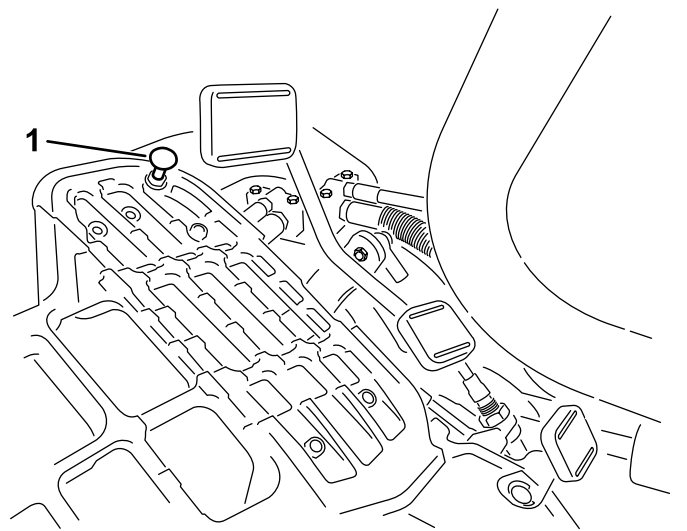

図 39
1. モードレバーを移動走行位置にセットし、ペダルストップを固定しているロックナットをゆるめる 図 39。
モードレバーを移動走行位置にセットし、ペダルを一杯に踏み込めば最高速度となります。ケーブルに張力が掛かる前にペダルがストップ 図 39 に当たる場合には調整が必要です。